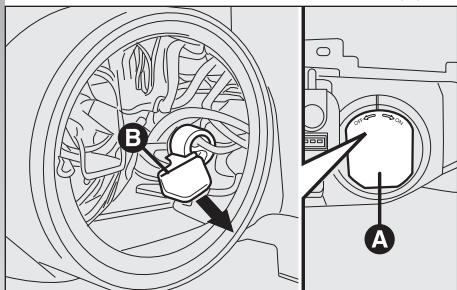

fig. 35
– Rimuovere il coperchio di protezione (**A**-fig. 35).
– Estrarre il portalamпада (**B**-fig. 35) inserito a pressione.
– Rimontare correttamente il coperchio di protezione (**A**-fig. 35).